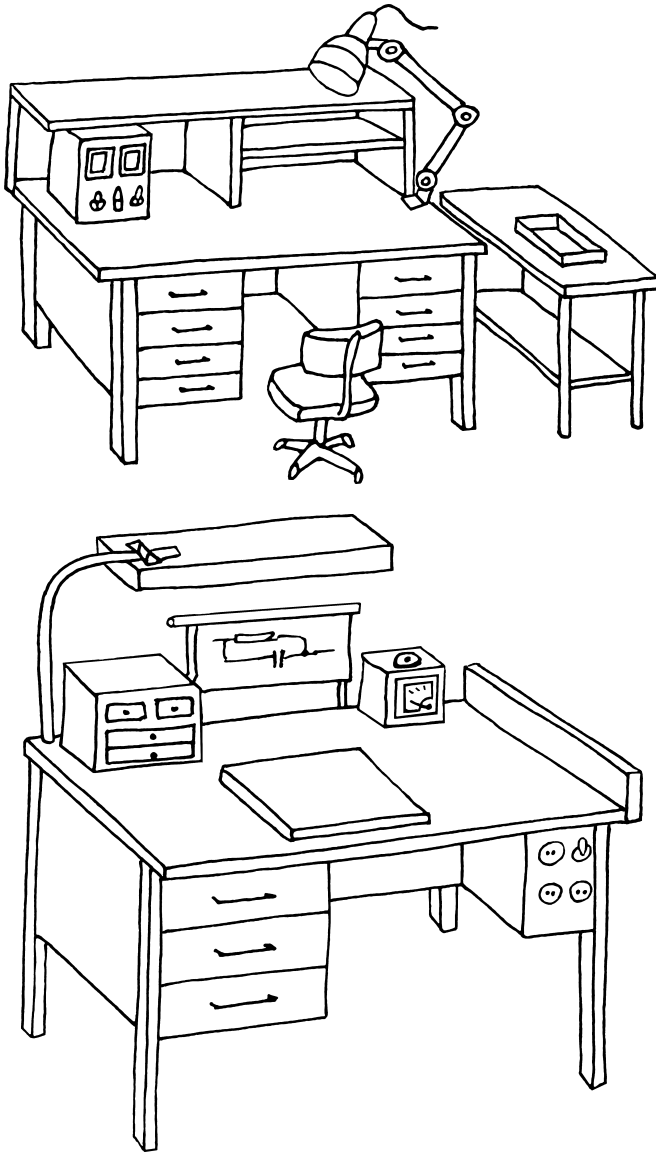

Рис. 1.1. Варианты рабочего стола радиомонтажника
*Рабочий стол*, предназначенный для электро- или радиомонтажных работ в условиях единичного мелкосерийного производства (рис. 1.1), изготавливается в зависимости от индивидуальных особенностей человека (учитывается, например, его рост, правша он или левша). Рабочее место должно оснащаться следующим оборудованием: